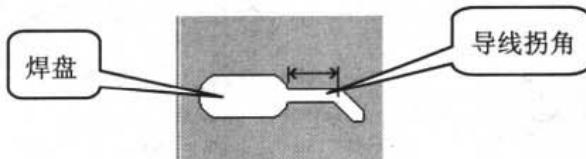
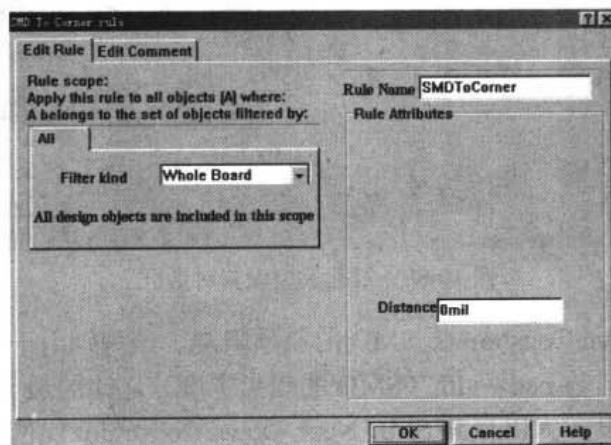

图 10-91 SMD To Corner Constraint
图 10-92 SMD To Corner rule 设置对话框
- SMD To Corner Constraint: 走线拐弯处与磁敏二极管的距离。该规则用于设置最接近 SMD 元件焊盘的走线拐角与 SMD 元件表面之间间距的最小值, 如图 10-91 所示。该规则的 SMD To Corner Rule 设置对话框, 即如图 10-92 所示, 在 Distance 处输入设置值。